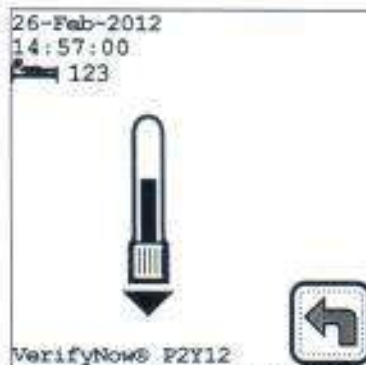

Figura 4-28 Resultado del Nivel 2 de WQC
16. Cuando se muestren los resultados, registre o imprima  los resultados si su instrumento tiene una impresora conectada (Figura 4-28).